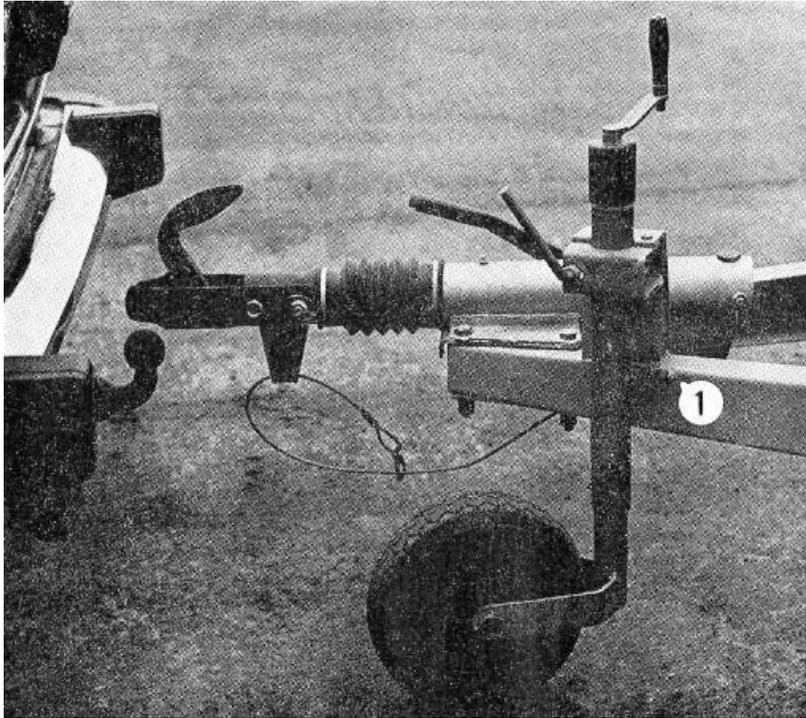
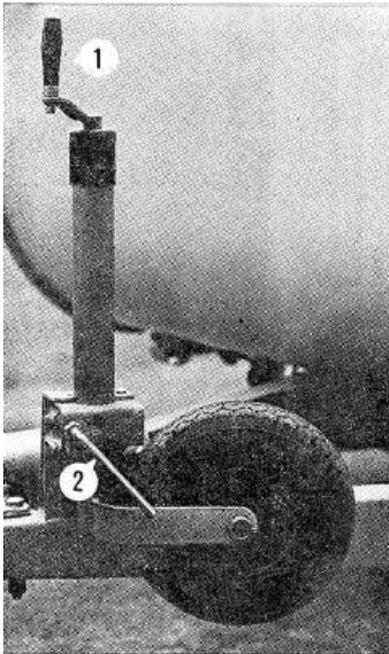

Bild 1 Kugelkupplung kuppelbereit
Bild 3 Bugrad fertig für die Fahrt
Der Campingwohnanhänger wird nach Lösen der Handbremse so an das Zugfahrzeug herangeführt, daß sich die Kugelkupplung über der Anhängerzugvorrichtung befindet. (Bild 1) Die richtige Höhe wird mit der Kurbel des Buglaufrades eingestellt. Danach wird die Kugelkupplung mittels der Kurbel des Buglaufrades abgesenkt bis diese auf der Anhängerzugvorrichtung aufliegt und sich das Bugrad anhebt.
- Das Bugrad nach Lösen des Knebels an der Bugradhalterung in die höchste Stellung bringen, in die am Fahrgestellrahmen angebrachte Nase (1, Bild 1) einhängen, den Knebel wieder festziehen und das Bugrad mit der Kurbel leicht verspannen. (Bild 3)